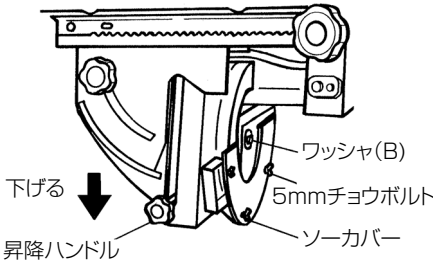

図 21
- (1) 昇降ハンドル (図 21 参照) を左にまわしてゆるめ、上にいっぱい上げて (最大切込みにセット) から、右にまわして固定します。本体後部の押え板を固定している 10 mm ボルト (2 個) を付属 (図 4 参照) の 17 mm ボックススパナでゆるめます。
- (2) 接触予防装置 (保護カバー) の割刃を、調節板と本体の間へさし込みます。このとき、割刃の長溝が 10 mm ボルトのネジ部に入るようにさし込んでください。次に、10 mm ボルト (2 個) を軽く締付けて、のこ刃と割刃が一直線になっているか確認します。もし、ずれているときは割刃をいったん抜き、一直線になるように調節板 2 枚を使用し、左右に振分けて本体と割刃または割刃と押え板との間へさし込んで調整します。